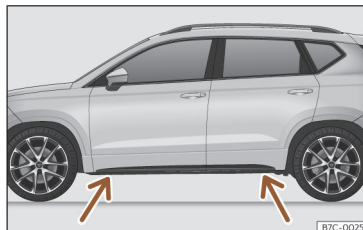

Fig. 210 Pontos de apoio do macaco.
- Procure na longarina a marca do ponto de apoio do macaco (zona afundada) mais próximo da roda a substituir >>> **Fig. 210.**